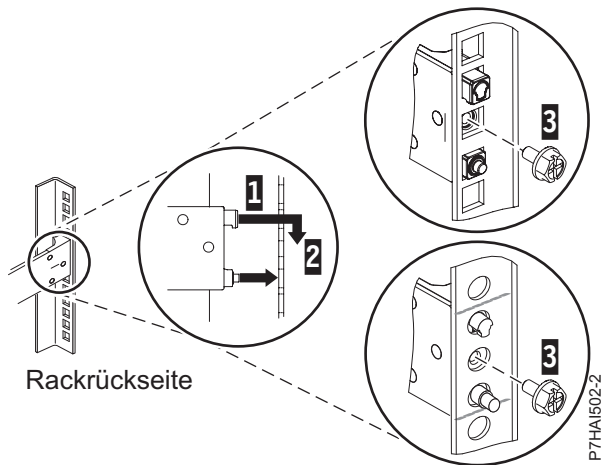

Abbildung 3. Stifte an den Bohrungen in der Rückseite des Racks ausrichten und in den Bohrlöchern einrasten lassen
3. Richten Sie die zwei Stifte an der Rückseite der Schiene an den zuvor markierten oberen und unteren Bohrungen in der ausgewählten EIA-Einheit aus. Ziehen Sie die Schiene zu sich heran, um die zwei Stifte in die Rackbohrungen (1) einzusetzen, und senken Sie die Schiene ab (2), damit der hakenförmige obere Stift einrastet. Einzelheiten finden Sie unter Abb. 3 auf Seite 5. Stellen Sie sicher, dass die zwei Stifte aus den Rackbohrungen herausragen, bevor Sie mit dem nächsten Schritt fortfahren.